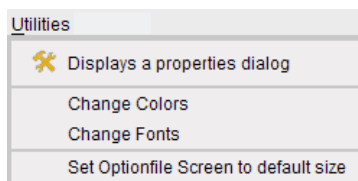

图 9.2.3 “实用程序”下拉菜单
- **Utilities** : “实用程序”命令, 改变工具条显示的位置、字体和颜色。其下拉菜单如图 9.2.3 所示, 各项含义如下: